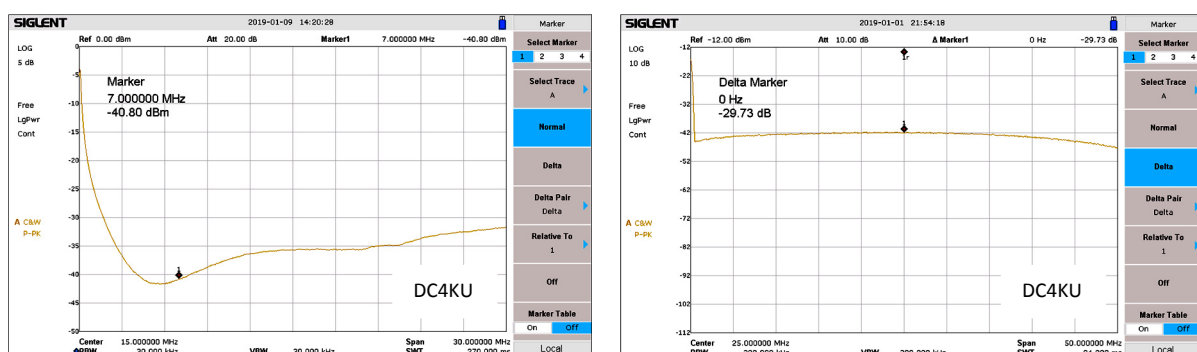

Bild 15: Sperrdämpfung (links) und Rückflußdämpfung (rechts) der Mantelwellensperre
Bild 15 zeigt die Sperr- und Rückflußdämpfung der verwendeten Mantelstromsperre (3). Bei 7MHz beträgt die Sperrdämpfung gegenüber Gleichtaktströmen 40dB (10k Ω), bei einer Rückflußdämpfung von 30dB, entsprechend einem SWR von 1,065.